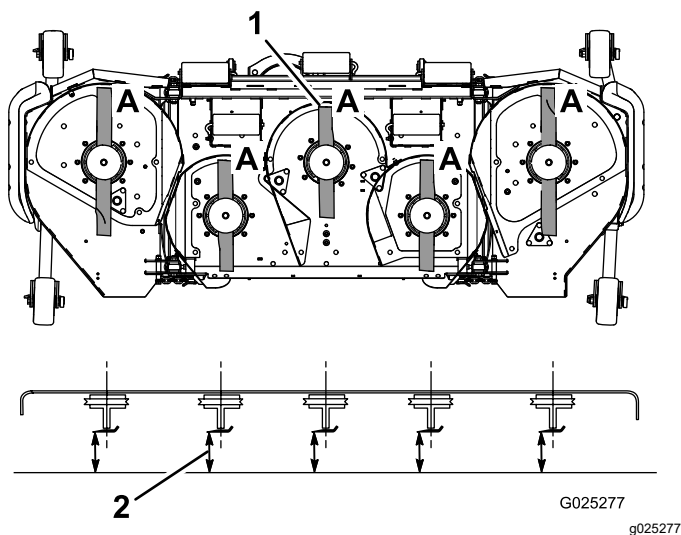

Рисунок 25
3. Поворачивайте ножи до тех пор, пока их концы не будут направлены вперед и назад (Рисунок 25).
4. Измерьте расстояние от горизонтальной поверхности до режущей кромки ножей в положении А, (Рисунок 25). Запишите результат измерения.